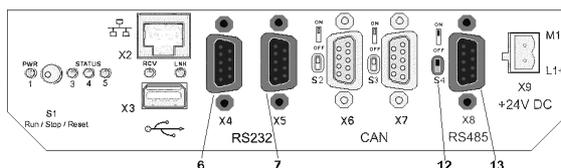

Abb. 10: Serielle Schnittstellen
- RS 232 [ X4: COM1, X5: COM2] (Abb. 10 / Pos. 6 und Pos. 7)
- RS 485 [ X8 : COM3] (Abb. 10 / Pos. 13): Diese Schnittstelle ist potenzialgetrennt.
Das Zuschalten des eingebauten Abschlußwiderstandes [S4] (Abb. 10 / Pos. 12) kann dazu führen, dass der RS485 Daten-Empfänger fehlerhafte Zeichen an der RS485 Schnittstelle erkennt !